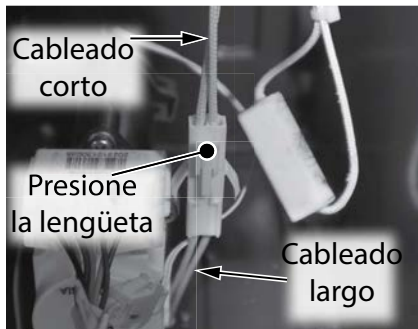

Figura 33 - Desconecte el cableado del bloque calentador corto del cableado del bloque calentador largo.
- 10 Ubique la conexión de cables entre el conjunto de bloque calentador corto y el conjunto de bloque calentador largo. Empuje la lengüeta para desconectar los cables en el punto de conexión, como se muestra en la Figura 33.